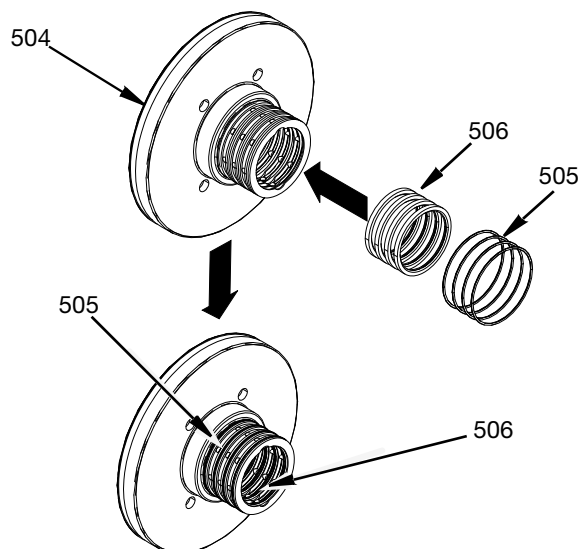

FIG. 24
- Installare gli O-ring (505) e le guarnizioni dell'aria (506) sul cuscinetto dell'anello di distribuzione dell'aria (504). Vedere FIG. 24.